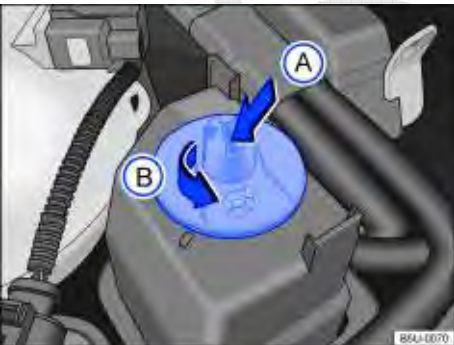

Fig. 111 No compartimento do motor: reservatório do fluido da direção hidráulica.
- Com o auxílio de uma chave de fenda ⇒ Fig. 111 (A) (seta), girar a tampa do reservatório (B) no sentido da seta.
- Com o auxílio de uma chave de fenda ⇒ Fig. 111 **A** (seta), girar a tampa do reservatório **B** no sentido da seta.